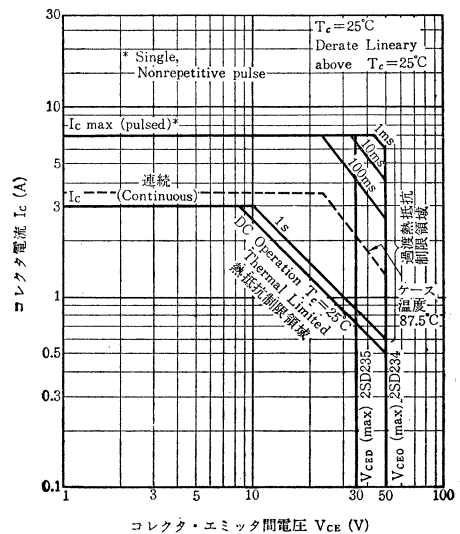
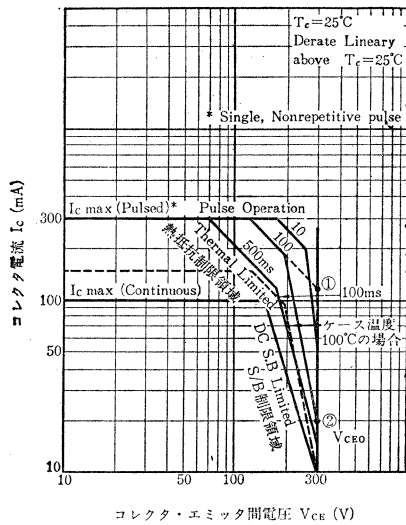
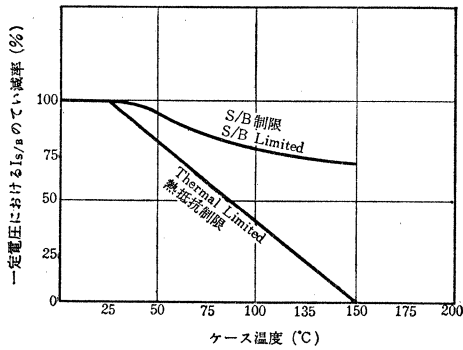

図9 2SD234, 2SD235におけるASO
図10 2SC515AにおけるASO
図11 ASOの温度にディレーティング・カーブ
順方向バイアス ASO の実例を図9, 図10に示します。この領域内で使用すれば、安全に動作することを意味しています。DC で表示された領域は直流動作可能な範囲を表わしています。パルス動作で示されている領域は直流動作に比べて許容電力損失が大きくなっていますが、規定された時間だけしか安全に動作しません。図9の場合、DC, パルス動作とも前述のS/B制限はなく熱抵抗のみによる制限になっています。
図10の場合、低電圧部分は熱抵抗制限領域ですが、高電圧部分は S/B 制限領域となっています。熱抵抗制限領域は $P_C = \text{const}$ より $I = PV^{-1}$ となり図のように両対数表にプロットすれば-1の勾配となります。しかし、S/B 制限領域は $P_C = \text{const}$ の等電力線よりはずれ、トランジスタにより-1.5から-4の勾配となり $I_{S/B} = PV^{-N}$ の関係もち許容
電力が小さくなっていることに注意しなければなりません。ASOは温度が高くなれば狭くなるので図11に示すディレーティングカーブを利用しなければなりません。温度が上昇したとき、ASOはS/Bによる制限よりも熱抵抗による制限の方がはるかに影響を受けます。図11には、S/B制限領域と熱抵抗制限領域のケース温度によるディレーティングカーブの例が示してあります。図9の2SD234, 2SD235は $T_{cmax} = 150^{\circ}C$ のため、図11の熱抵抗制限のディレーティング・カーブを利用すると、 $T_c = 87.5^{\circ}C$ の場合、 I_c のディレーティングは50%となります。したがってパルス動作100msのASOは図9中の点線のように狭くなります。図10の2SC515Aの場合、 V_{CE} が低くて、ASOが熱抵抗制限領域にある場合は、熱抵抗制限によるディレーティングをすればよい。しかし V_{CE} が高電圧でASOがS/B制限領域にある場合、たとえば $V_{CE} = 300V$ のとき、パルス動作100msのASOは、熱抵抗制限領域を図の点線のように延長した①の点の I_c を熱抵抗制限によりディレーティングした値と、②の点をS/B制限によってディレーティングした値の小さい方を取る必要があります。しかし、一般にS/B制限の温度によるディレーティングを示して
ある例は少ないので、その場合は②のS/B制限領域をも熱抵抗制限によるディレーティングをすれば、間違いありません。図10中の点線は、上の方法によって求めた $T_c = 100^{\circ}C$ ($C515A$ は $T_{cmax} = 175^{\circ}C$ です。)の場合のパルス動作100msのASOです。